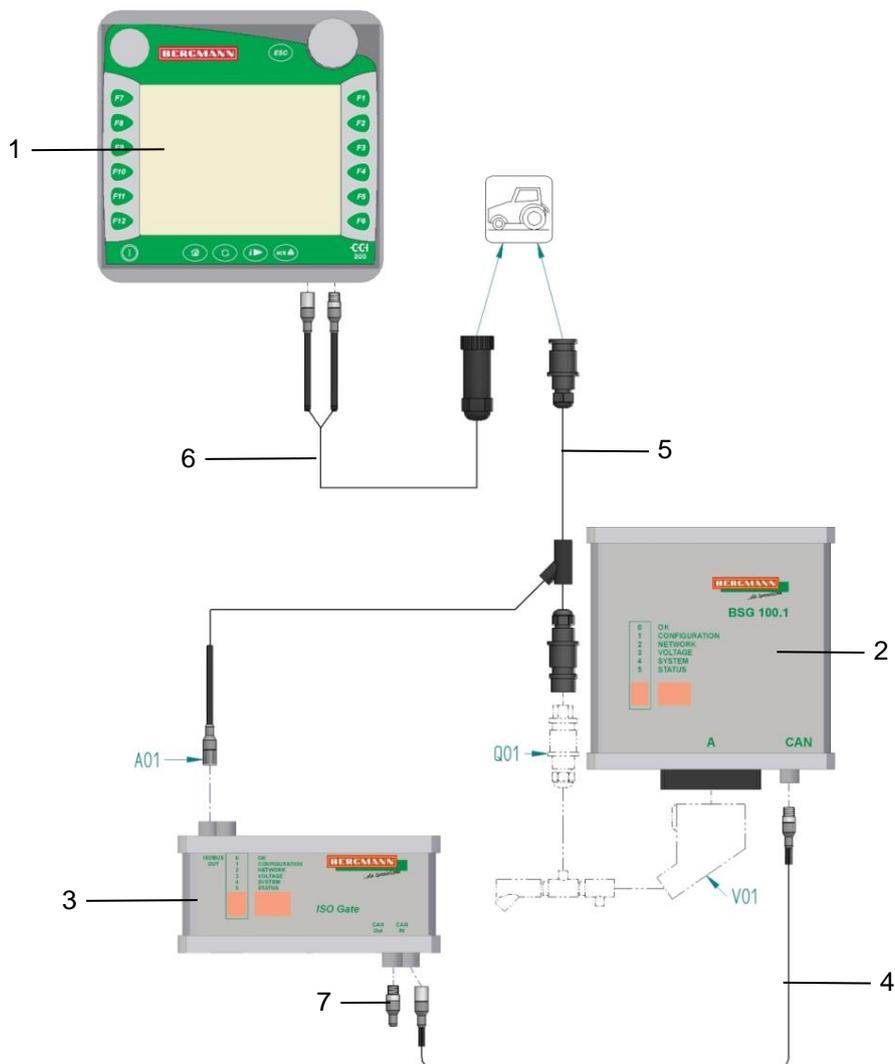

Bild 5: Anschlussschema des Terminals CCI50 / CCI200 mit BSG100 + ISO-GATE
- Verbinden Sie das Steuergerät BSG100 (Bild 5 / Pos.2) mit dem Steuergerät ISO-GATE (Bild 5 / Pos.3) mittels Verlängerungskabel CAN-BUS (Bild 5 / Pos.4) unter Berücksichtigung der nachfolgenden Daten:
- Verbinden Sie die Anschlüsse des Versorgungskabels (Bild 5 / Pos.5) mit den entsprechenden Anschlüssen des Kabelbaums, des Steuergerätes ISO-GATE (Bild 5 / Pos.3) und der Stromversorgung am Traktor unter Berücksichtigung der nachfolgenden Daten:
- Verbinden Sie die Anschlüsse des Anschlusskabels (Bild 5 / Pos.6) mit den entsprechenden Anschlüssen des Terminals (Bild 5 / Pos.1) und des Traktors unter Berücksichtigung der nachfolgenden Daten:
- Verbinden Sie den Abschlusswiderstand (Bild 5 / Pos.7) mit dem Steuergerät BSG ISO-GATE (Bild 5 / Pos.3) unter Berücksichtigung der nachfolgenden Daten: